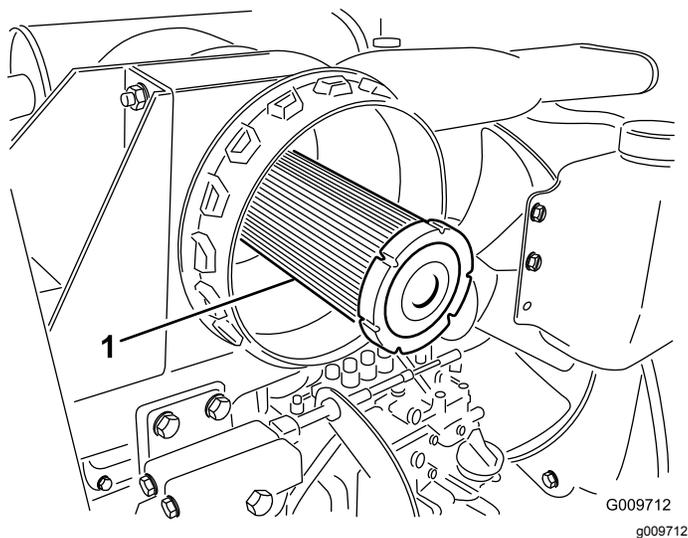

Figure 78
**Important:** N'essayez pas de nettoyer l'élément filtrant de sécurité (Figure 78). Remplacez l'élément filtrant de sécurité une fois sur trois, quand vous effectuez l'entretien du préfiltre.